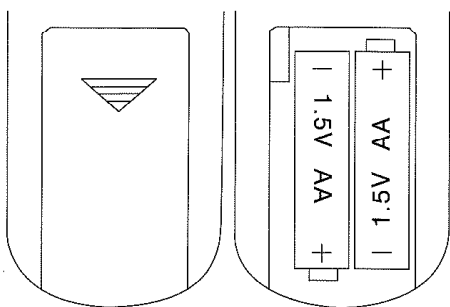
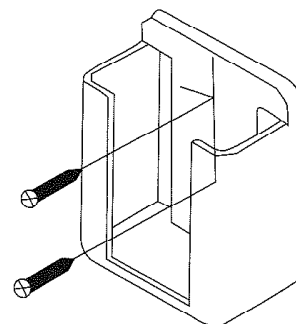

Fig. 3
Fig. 4
3. Pour changer les piles dans la télécommande ouvrir le compartiment à piles en appuyant sur le couvercle avec votre doigt et le pouce dans le sens de la flèche. (Alimenté par deux 1.5V / AA). (Fig. 3). Vous pouvez installer le support à distance, en le fixant avec deux vis. (Fig. 4)